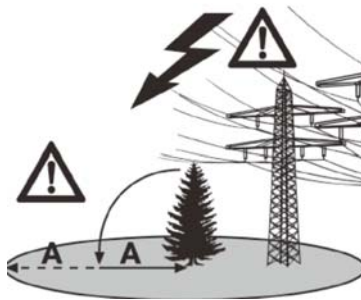
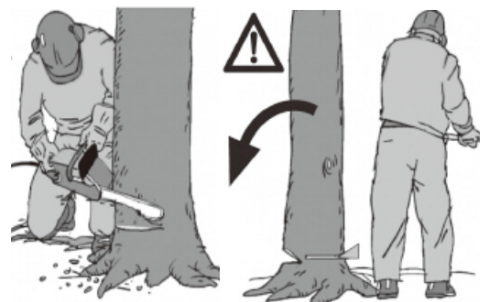
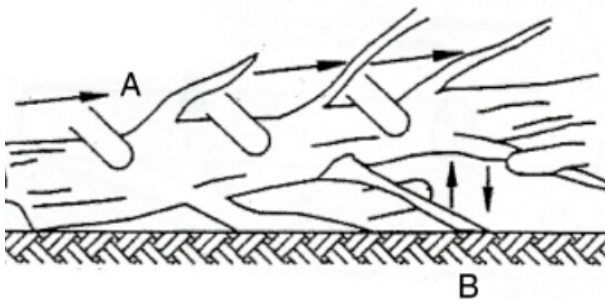

Abb.14
Fig18
Fig19
Bei Sagarbeiten am Hang muss sich der Bediener der Kettensäge im Gelände oberhalb des zu fallenden Baumes aufhalten, da der Baum nach dem Fallen bergab rollen oder rutschen wird (Abb.14).
Vor dem Fallen muss ein Fluchtweg geplant und wenn nötig frei gemacht werden. Der Fluchtweg muss von der erwarteten Falllinie aus schrag nach hinten wegführen, wie in der Abbildung 14 dargestellt (A=Gefahrenzone, B= Fallrichtung, C=Fluchtbereich).
Hierunter versteht man das Abtrennen der Äste vom gefallenen Baum. Beim Entasten größere nach unten gerichtete Äste, die den Baum stützen, vorerst stehen lassen bis der Stamm zersägt ist. Kleinere Äste gemäß der Abbildung 18 (A=Schnittrichtung beim Entasten, B=Vom Boden fernhalten! Unterstützende Äste stehen lassen, bis der Stamm zersägt wird) von unten nach oben mit einem
Wenn der Baumstamm an einem Ende aufliegt, wie in Abbildung 18 gezeigt, zuerst $\frac{1}{3}$ des Stammdurchmessers von der Unterseite her sägen (A) um Splittern zu vermeiden. Den zweiten Schnitt von oben ($\frac{2}{3}$ Durchmesser) auf Höhe des ersten Schnitts durchführen (B) (um Einklemmen zu vermeiden). Wenn der Baumstamm an beiden Enden aufliegt, wie in Abbildung 19 gezeigt, zuerst $\frac{1}{3}$ Stammdurchmessers von der Oberseite her sägen um Splittern zu vermeiden (A). Den zweiten Schnitt von unten ($\frac{2}{3}$ Durchmesser) auf Höhe des ersten Schnitts (B) (um Einklemmen zu vermeiden) durchführen. Bei Sägearbeiten am Hang stets oberhalb des Baumstammes stehen, wie in Abbildung 14 gezeigt. Um im Moment des Durchsägens die volle Kontrolle zu behalten, gegen Ende des Schnitts den Anpressdruck reduzieren, ohne den festen Griff an den Handgriffen der Kettensäge zu lösen. Darauf achten, dass die Sägekette nicht den Boden berührt. Nach Fertigstellung des Schnitts den Stillstand der Sägekette abwarten, bevor man die Kettensäge dort entfernt. Den Motor der Kettensäge immer ausschalten, bevor man von Baum zu Baum wechselt.